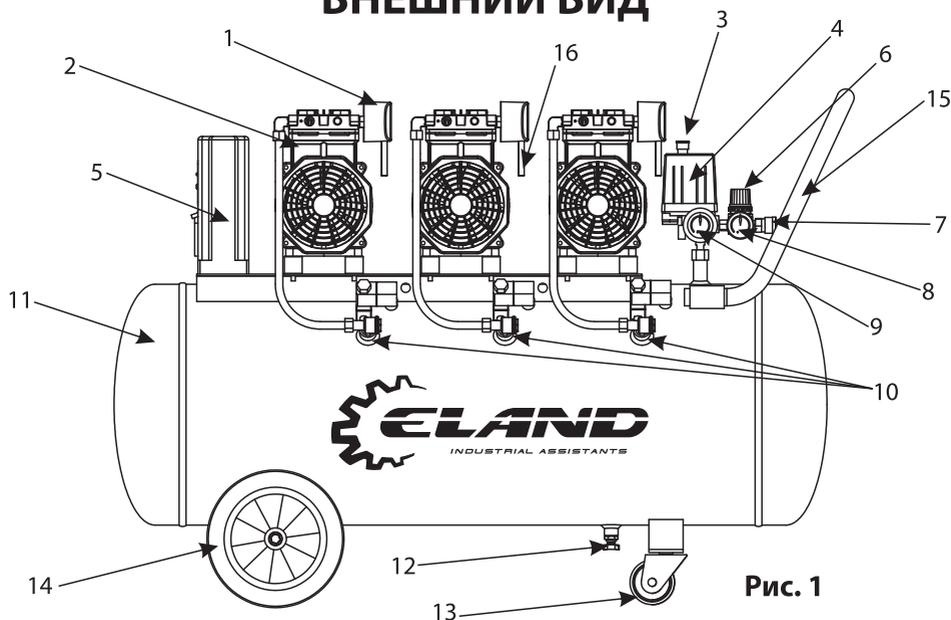

Рис. 1
- Блок поршневой (2) (См. Рис.1) – поршневая группа, одноступенчатая, с воздушным охлаждением - предназначена для выработки сжатого воздуха. Может быть с разным количеством цилиндров в зависимости от модели.
- Ресивер (воздухосборник) (11) (См. Рис.1) служит для сбора сжатого воздуха, выравнивания пульсации воздуха, получающейся в результате возвратно-поступательного движения поршня компрессора, отделения конденсата. Ресивер является также корпусом, на котором смонтированы узлы и детали компрессора.
- Ресивер имеет штуцера для установки реле давления (прессостата) (4), обратного клапана (10), крана слива конденсата, предохранительного клапана, а также кронштейны для установки платформы.
- Реле (прессостат) (4) служит для обеспечения работы компрессора в автоматическом режиме, поддержания давления в ресивере.
- Штуцер (7) с регулятором давления (4) предназначен для подачи воздуха потребителю.
- Обратный клапан (10) (См. Рис.1) обеспечивает подачу сжатого воздуха только в направлении от поршневого блока к ресиверу.
- Блок управления компрессором включает в себя: манометр давления в ресивере ( 9 ); манометр давления на выходе (8); реле давления (прессостат) (4); регулятор давления на выходе (6); кнопку пуска (3); клапан предохранительный.
1. Убедитесь в том, что кнопка пуска (3) на реле давления (4) (См. Рис.1) находится в положении «Выключено». Вставьте вилку питающего электрического кабеля в соответствующую розетку.
2. Переведите кнопку пуска (3) на реле давления (4) (См. Рис.1) в положение «Включено».
4. Отсоедините компрессор, вновь нажав на кнопку пуска (3) (См. Рис.1).
5. Присоедините к раздаточному штуцеру (7) шланг компрессорного оборудования.